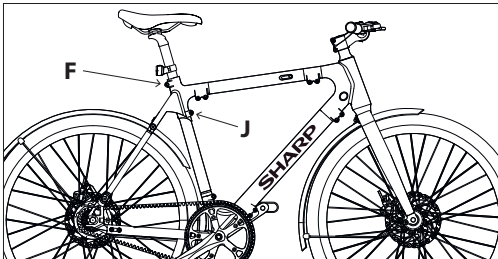

Figur 2-1
- Anslut display-sensorkabeln, som visas i [Figur 2-1] och [Figur 2-2].